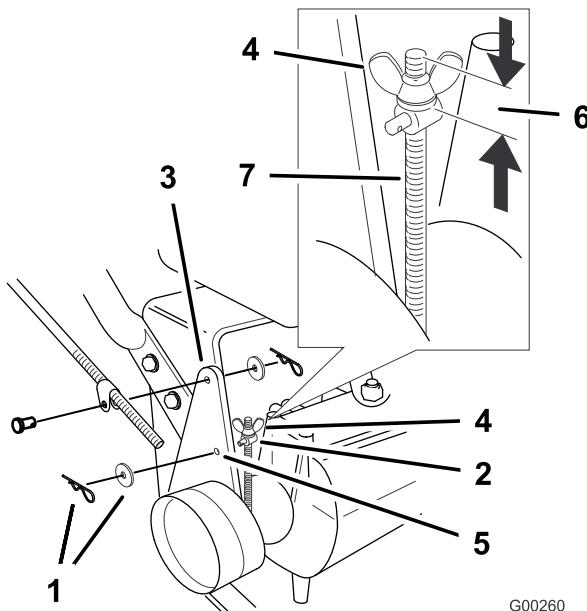

Figure 41
**Remarque:** Pour le réglage initial, ajustez l'écrou à oreilles jusqu'à ce qu'il soit à 32 mm (1-1/4 po) du haut de la tige (Figure 41).
- Pour régler le frein, enlevez la goupille fendue et la rondelle du levier et du tourillon (Figure 41).
- Placez le tourillon dans le trou **F** (Figure 41). Serrez l'écrou à oreilles.
- Fixez le tourillon au levier de frein à l'aide de la rondelle et de la goupille fendue (Figure 41).